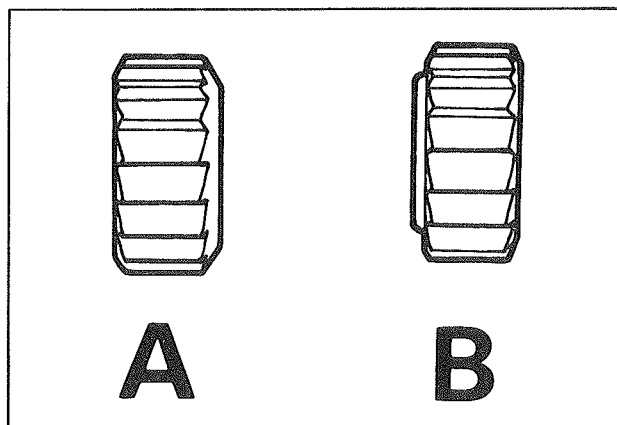

Fig. 5
Celle de droite a un filetage pas à droite et l'écrou de réglage est reconnaissable par un chanfrein exécuté sur l'une de ses faces (A) (fig. 5).
Celle de gauche a un filetage pas à gauche, l'écrou de réglage a un épaulement sur l'une de ses faces (B) (fig. 5).